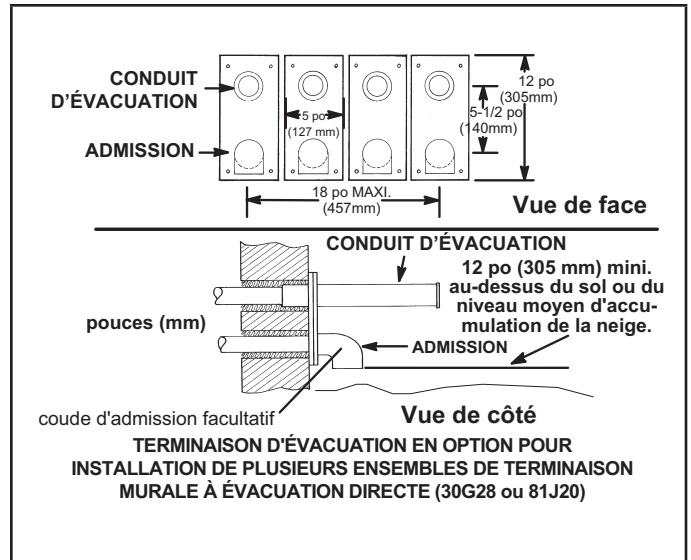

Figure 36
- 8 - Une installation composée de plusieurs générateurs peut être reliée à un groupe de quatre terminaisons ou moins assemblées à l'horizontale, comme illustré à la Figure 36.